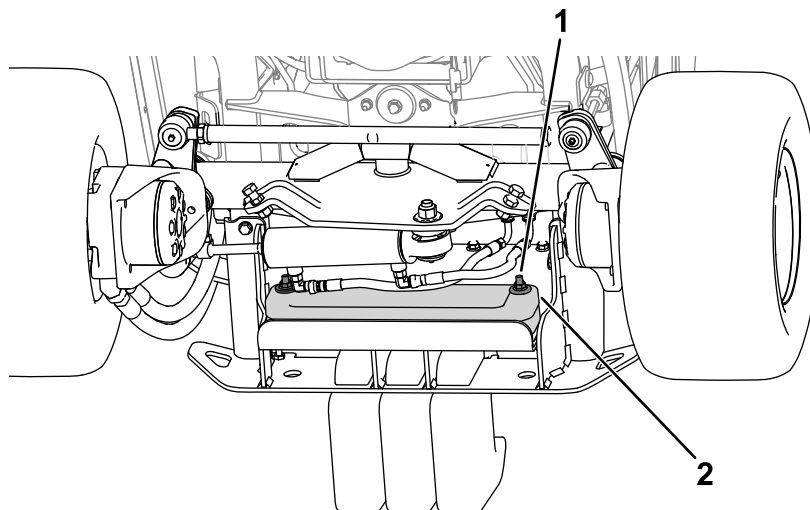

Figure 21
2. Serrez les fixations pour fixer les masses sur le pare-chocs (Figure 21).